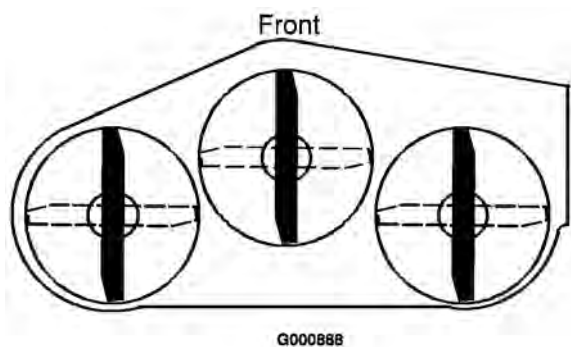
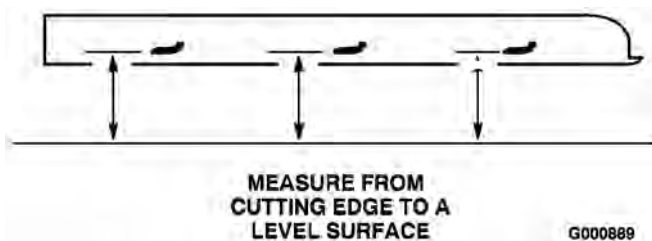

Bild 40
Bild 41
3. Drehen Sie die Schnittmesser, bis die Enden nach vorne und hinten gerichtet sind (Bild 40). Messen Sie von einer ebenen Oberfläche bis zur Schnittkante der Messer (Bild 41). Notieren Sie diesen Wert.